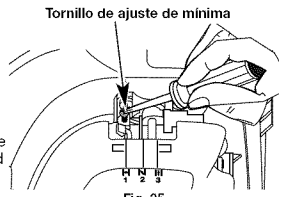

Fig. 35
La velocidad mínima del motor puede ser ajustada. Puede tener acceso al tornillo de ajuste de mínima a través de un orificio en la parte superior de la cubierta del motor (Fig. 35).
- Suelte el gatillo del regulador y deje que el motor funcione en mínima. Si el motor se para, inserte un destornillador Phillips pequeño en el orificio de la cubierta del motor (Fig. 35). Gire el tornillo de mínima hacia adentro, en sentido horario, de a 1/8 de vuelta por vez (según sea necesario) hasta que el motor funcione en mínima suavemente.